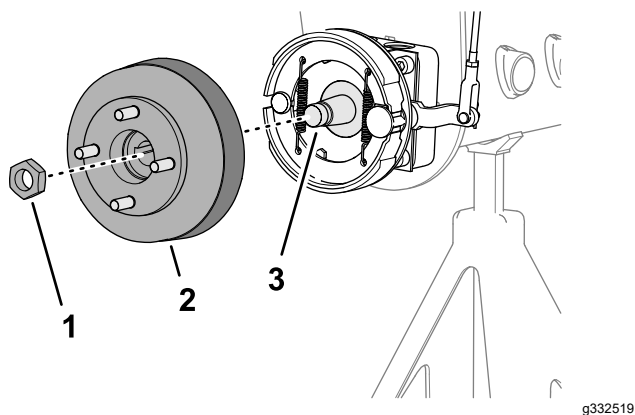
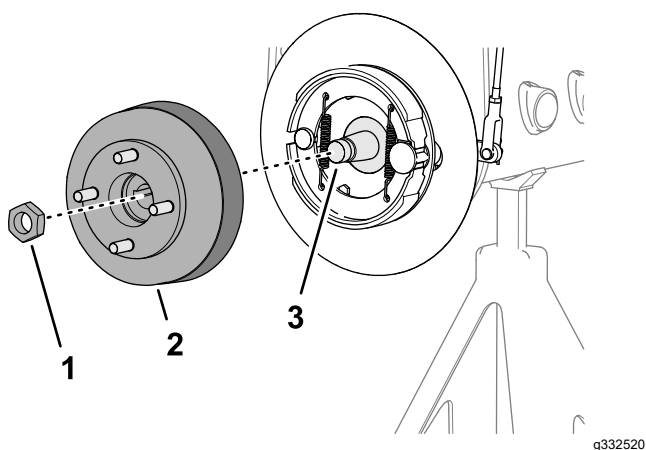

Figura 86
Figura 87
3. Montai butucul de roată i tamburul de frână la nivelul axului care conectează motorul cu roata (Figura 86 sau Figura 87).
- Fixai butucul de roată la nivelul axului cu contrapiulia (Figura 86 sau Figura 87) i strângei cu mâna.